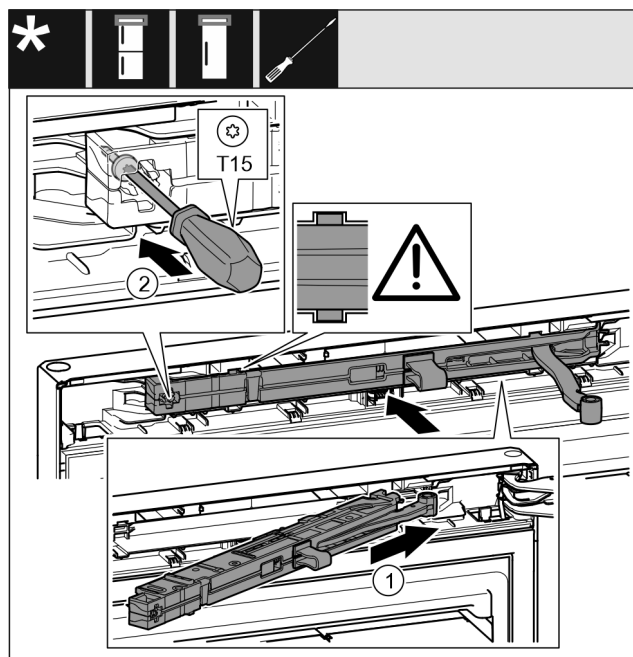

Fig. 44
- Côté support de palier, pousser l'unité d'amortissement de fermeture Fig. 44 (1) jusqu'en butée de biais dans l'évidement.
- Serrer la vis Fig. 44 (2) avec un tournevis.